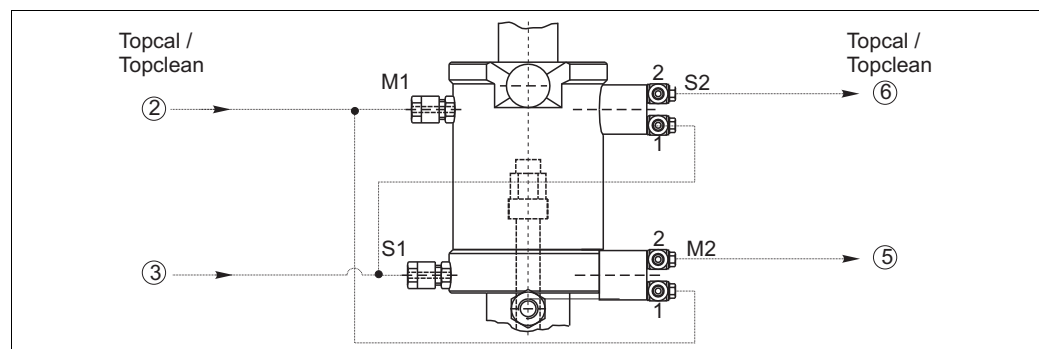

Abb. 10: Pneumatik-Anschlüsse und pneumatische Endlagenschalter (1=Eingang, 2=Ausgang)
- Schließen Sie die Druckluft für "Armatur Messen" (Topcal/Topclean: Schlauch-Nr. ②) an der oberen G 1/8-Verschraubung der Armatur an (Abb. 10).
- Schließen Sie die Druckluft ② gleichzeitig (über T-Stück) am Eingang (1) des unteren Endlagenschalters (M2) an. Dieser dient zur Positionsrückmeldung "Armatur Messen".
- Bei Erreichen der Position "Messen" wird die am Eingang M2 (1) anstehende Luft durchgeschaltet und kann am Ausgang M2 (2) abgenommen werden (Topcal/Topclean: schließen Sie Schlauch ⑤ am Ausgang des Endlagenschalters an).
4. Schließen Sie die Druckluftleitung für "Armatur Service" (Topcal/Topclean Schlauch-Nr. ③) an der unteren G 1/8-Verschraubung der Armatur an.
5. Schließen Sie die Druckluft ③ gleichzeitig (über T-Stück) am Eingang (1) des oberen Endlagenschalter (S2) an. Dieser dient zur Positionsrückmeldung "Armatur Service".
6. Bei Erreichen der Position "Service" wird die am Eingang S2 (1) anstehende Luft durchgeschaltet und kann am Ausgang S2 (2) abgenommen werden (Topcal/ Topclean: Schlauch ⑥).